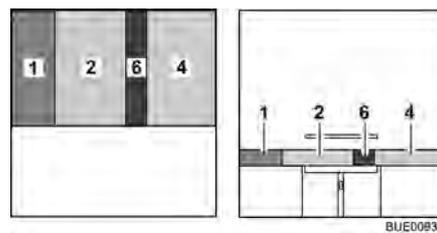

Fig. 79 Después de la transformación
- Colocar el cojín del respaldo (Fig. 79,1) entre el cojín del asiento y la pared.
- Colocar el cojín adicional (Fig. 79,6) entre los cojines del asiento (Fig. 79,2 y 4).